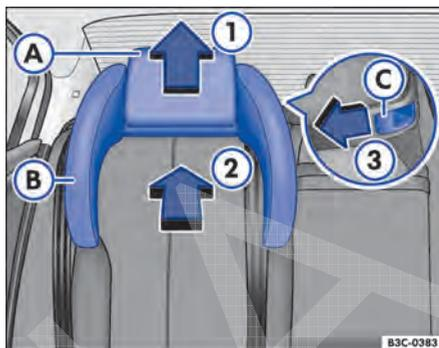

Fig. 85 Cadeira de criança integrada: encaixar os apoios para cabeça laterais.
- Empurrar o apoio para cabeça ⇒ **Fig. 85 (A)** para cima **1**.
- Empurrar o apoio para cabeça ⇒ Fig. 85 **A** para cima ⇒ Fig. 85 **1**.
- Empurrar o botão de destravamento ⇒ Fig. 85 **C** no sentido da seta ⇒ Fig. 85 **3** para poder retirar o apoio para cabeça lateral.